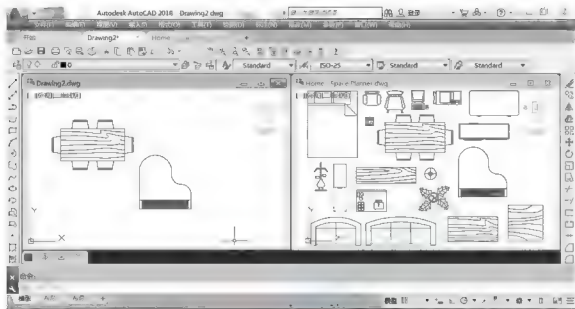

图 3.132 将图形拖到新窗口中
(2) 在命令行无命令的状态下,选择 Home-Space Planner 中的某些“家具”(如“沙发”“钢琴”等),这些“家具”变虚并显示出蓝色夹点。
(3) 将十字光标放到任意一条虚线上(注意不能放在蓝色夹点上),按住鼠标左键拖动光标,会发现所选择的“家具”图形随着光标的移动而移动。
(4) 继续按住鼠标左键并将图形拖动新窗口中, 然后松开鼠标左键, 这时选择的“家具”图形被复制到新的图形中, 如图 3.132 所示。